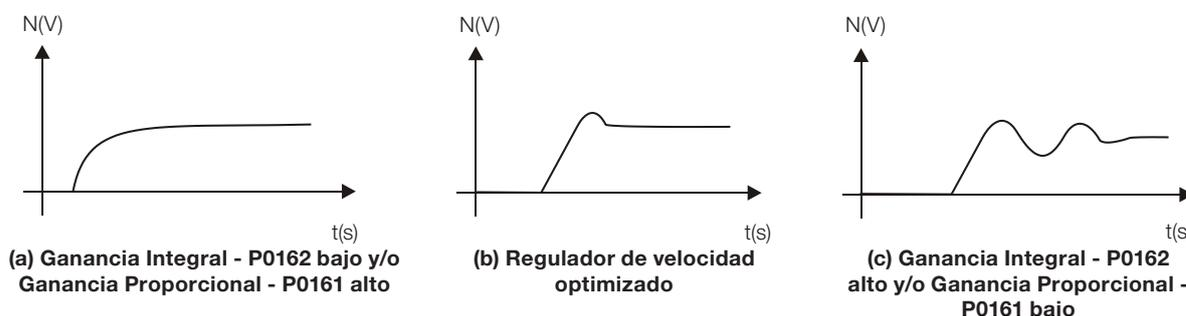

Figura 13.5: (a) a (c) - Tipo de respuestas del regulador de velocidad
6. Verifique de entre las opciones de la Figura 13.5 en la página 13-15 cual es la forma de onda que mejor representa la señal leída.
7. Ajuste P0161 y P0162 en función del tipo de respuesta presentada en la Figura 13.5 en la página 13-15.